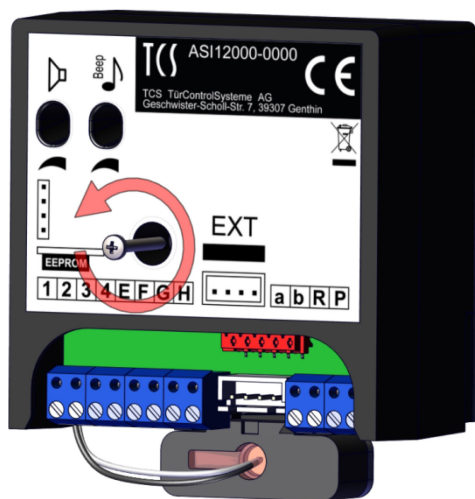

Abb. 13: Sicherungsschraube entfernen
- ▶ Stecken Sie den EEPROM auf den dafür vorgesehenen Steckplatz (Abb.: 13).
- ▶ Drücken Sie den Programmierbutton des angeschlossenen ASI21000 (Abb.: 13). Der Start der Datenübertragung wird durch ein Quittungston bestätigt und alle 3 LED-Piktogramm-Anzeigen blinken.